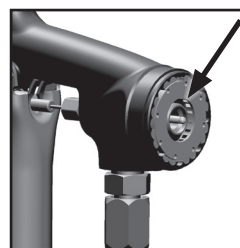

Fig. 6
3. Vérifier l'usure du déflecteur. S'il est usagé, le remplacer par un neuf. (Voir fig. 6)